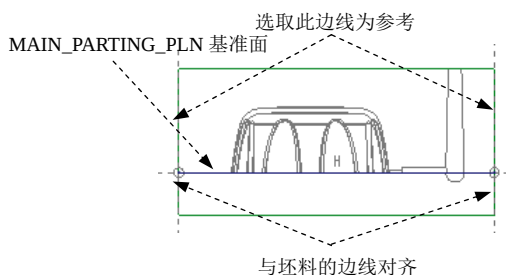

图 18.3.20 截面草图
(3) 绘制截面草图。选取图 18.3.20 所示的坯料的边线和 MAIN_PARTING_PLN 基准面为草绘参考, 截面草图为一 条 线 段。绘制完成图 18.3.20 所示的特征截面后, 单击“草